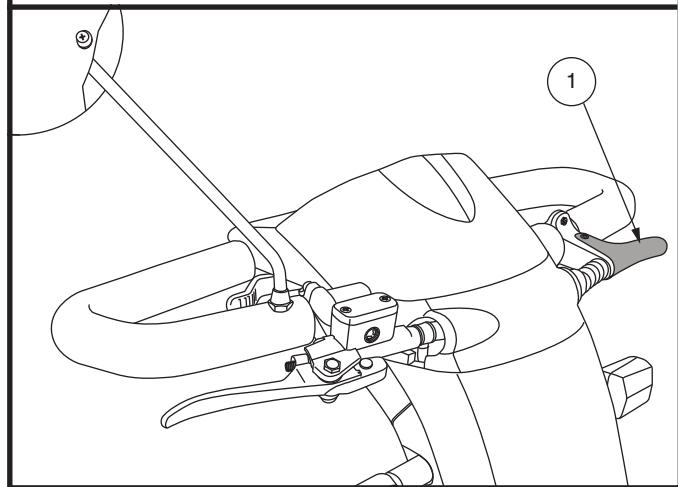

Abb. 17. Lenkkonsoleneinstellungshebel
1. Drücken Sie den Deichselverstellhebel. **Siehe Abbildung 17.**